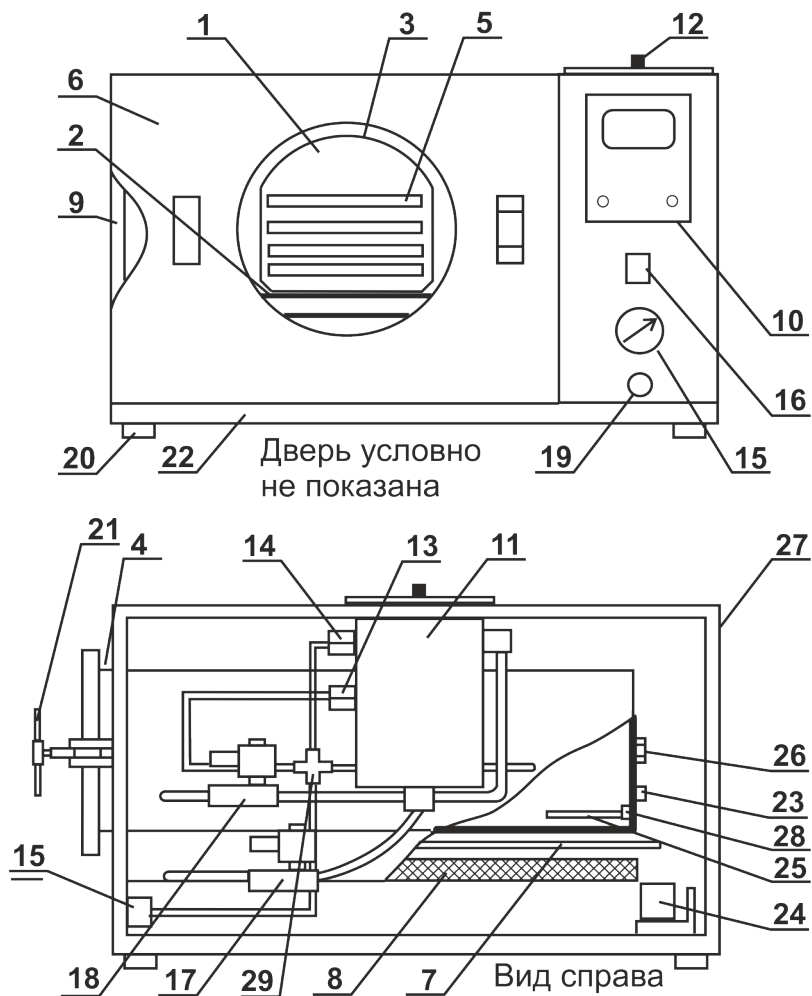

Рис.1
7.2 Разместить объекты стерилизации в кассетах, установить кассеты в кассетодержатель. Закрыть дверь и уплотнить её с помощью винтового зажима 21 (рис.1) с оптимальным усилием. Включить стерилизатор нажатием клавиши « I » поз.16(рис.1) , при этом откроется клапан поз.3 (рис.3) и звучит прерывистый сигнал означающий готовность стерилизатора к работе. Автоматически устанавливается предыдущая программа (выбор другой программы пункт 7.6)и включается клапан заливки воды поз.6(рис.3).На дисплее высвечивается мнемознак «Заливка».Когда уровень воды достигает датчика уровня в камере поз.28, клапаны поз.3, поз.6(рис.3)закрываются, включается этап «Нагрев».На экране мнемознак «Заливка» изменяется на мнемознак «Нагрев».
б) При превышении давления в камере выше 0,27МПа срабатывает предохранительный клапан поз.14(рис.1)
в) В случае невыполнения требований 3.а и при превышении температуры в камере 140°C+5°C срабатывает термopедохранитель поз.23(рис.1)
4. При всех аварийных ситуациях срабатывает сигнал аварии на дисплее высвечивается мнемознак «Авария». Стерилизатор необходимо выключить, нажав на клавишу «О» поз.16(рис1). При аварийном отключении электроэнергии, стерилизатор необходимо выключить клавишей «О»поз.16(рис.1), дождаться падения избыточного давления в камере до 0 кг/см². После восстановления подачи электроэнергии включить стерилизатор нажатием клавиши «I»поз.16(рис.1).
7.6 На стерилизаторе установлены 4 программы стерилизации в соответствии с табл.1. Для изменения программы необходимо включить стерилизатор клавишей « I » поз.1б(рис.1) и далее выбрать программу кнопкой «»поз.1(рис.2)
7.7 При необходимости, пользователь может установить любые значения температуры в диапазоне $+120 \div +134^{\circ}\text{C}$ и времени выдержки в пределах $5 \div 30$ мин. Для введения нового температурного режима необходимо нажать, удерживая кнопку «» поз.1 и включить клавишу « I » поз.1б(рис.1) . При этом на дисплее «°C » поз.3 начнёт мигать знак, который можно изменить нажатием кнопки «» поз.1. После выбора знака необходимо его ввести в память, нажав на кнопку «»поз.2, после чего начнёт мигать второй знак. То же самое необходимо проделать со вторым, а затем с третьим знаком задаваемого температурного режима. После ввода третьего знака, задаваемого температурного режима на индикаторе «» поз.4 устанавливается заданное значение времени стерилизационной выдержки, соответствующее заданному температурному режиму. Установка времени производится аналогично установке температуры. Введенные параметры программы запоминаются и сохраняются в памяти блока управления при отключении стерилизатора.
9.5 Рекомендации по проведению проверки температурных режимов В случае необходимости проверки температурных режимов снять заднюю крышку поз.23, корпус поз.9, выкрутить технологическую пробку поз.26(рис.1) и на её место установить датчик температуры измерительного прибора в арматуре с резьбой М20х1,5. Подстройка температурных режимов производится при помощи подстрочного резистора блока управления на работающем стерилизаторе на этапе «Режим» при температурном режиме 134°С.